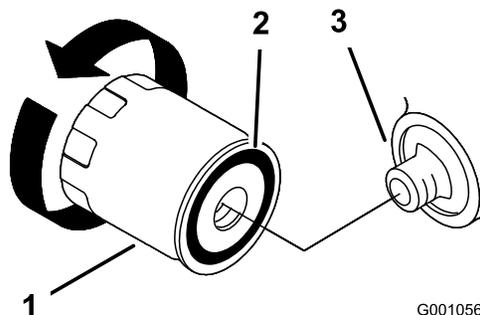

图 19
2. 拆下旧滤清器并擦拭滤清器安装座垫片表面图 19。
3. 在替换滤清器的橡胶垫片上抹上一层薄薄的新鲜机油图 19。
4. 将替换机油滤清器安装到滤清器安装座上顺时针旋转机油滤清器直至橡胶垫片接触到滤清器安装座然后再将滤清器拧 $\frac{2}{3}$ 至 1 圈图 19。